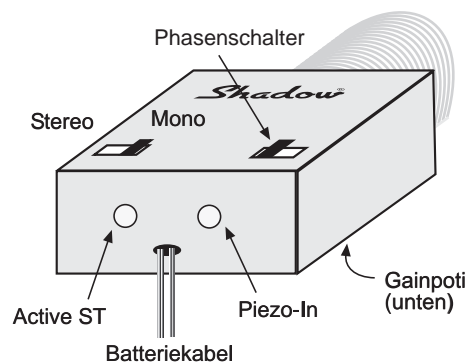

Abb. 4
11. Stecken Sie den Piezo-Pickupstecker in die dafür vorgesehene Piezo-In-Eingang-Buchse des Endknopf-Preamp sowie den Soundboard-Transducer-Stecker in den "Active ST"-Eingang (vgl. Abb. 4).